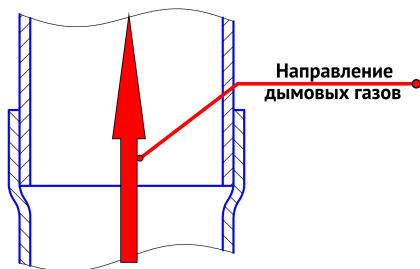

Рисунок 3. Монтаж дымового канала "по конденсату"
- Внимание!** Завод рекомендует производить сборку дымового канала согласно схеме (по конденсату) (рис. 3.)